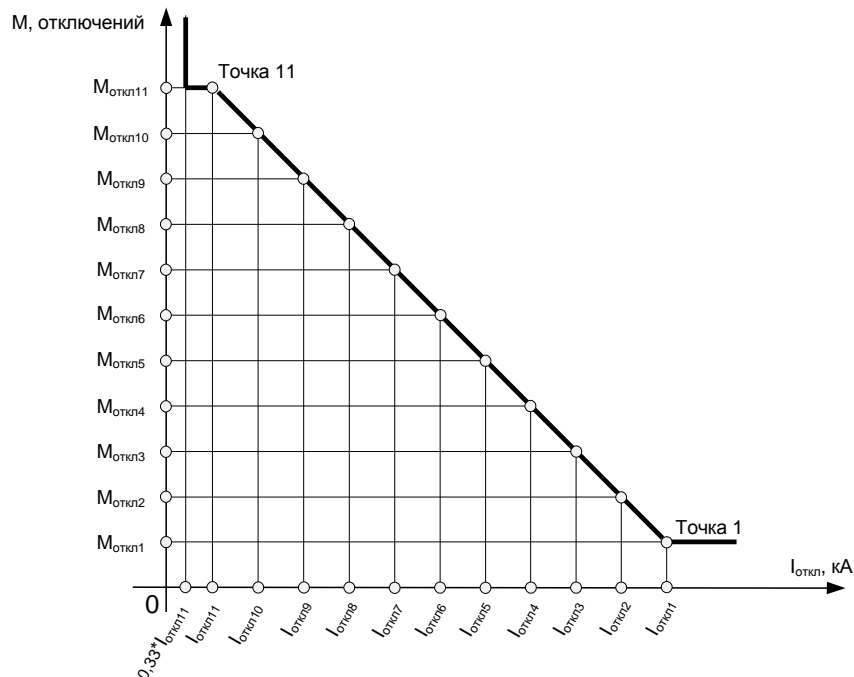
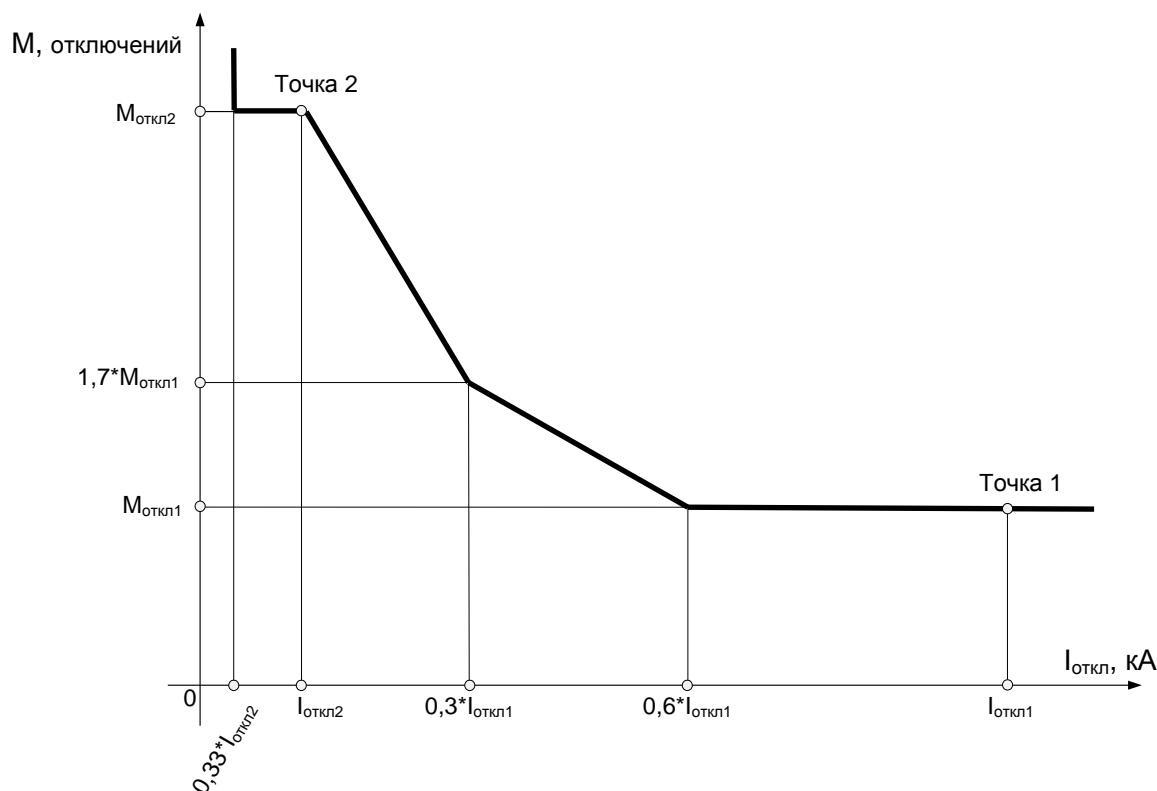

Рисунок 47 – Характеристика коммутационного ресурса выключателя, задаваемая 11-ю точками
Рисунок 48 – Характеристика коммутационного ресурса выключателя, задаваемая двумя точками
2.23.4.4 Характеристика $N=f(I_{откл})$ может быть задана как 11-ю (рисунок 47), так и двумя точками (рисунок 48) в виде пар чисел: число коммутаций – отключаемый ток (уставки «**Моткл1**»... «**Моткл11**» и «**Юоткл1**»... «**Юоткл11**» – для характеристики, задаваемой 11-ю точками). Графически характеристика задается в режиме «Коммутационная характеристика выключателя» в программе задания уставок SE. Выбор характеристики производится при помощи уставки «**Нреж**». При «**Нреж**»=1 расчет производится по двум точкам, при «**Нреж**»=2 по одиннадцати точкам.